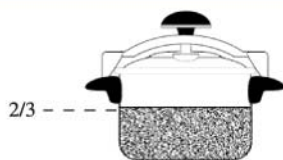

FIG.A1
1. Por razones de seguridad, nunca llene la olla a presión más de 2/3 de su capacidad. (FIG. A1)